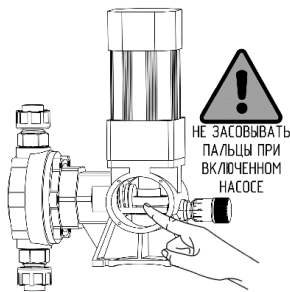

Рисунок 16
2. Установите регулятор дозирующего насоса на 50%, нанесите смазку на подшипник внутри смотрового окна, выньте пальцы из корпуса, запустите дозирующий насос на 30 секунд, остановите насос после равномерного распределения смазки, снова нанесите смазку, повторяйте процедуру, пока не будет достаточно смазки, а затем установите смотровое окно обратно в корпус насоса (см. рисунок 16).